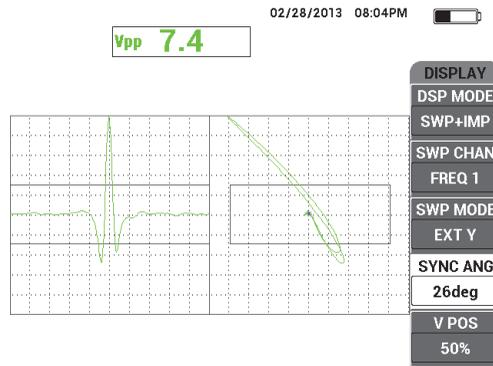

Figura 5-68 Regolazione dell'angolo di sincronizzazione
- Premere il tasto di menu DISP () ed in seguito definire il parametro **ANG.SINC.** (angolo sincronizzazione) [tasto D] per centrare il segnale dell'intaglio nella rappresentazione temporale (vedere Figura 5-68 a pagina 188).